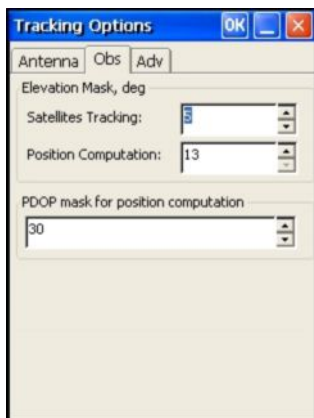

Рис. 3-13. Маска возвышения для спутников, данные которых используются при расчете местоположения приемника
9. Выберите вкладку Observation и установите Elevation mask (Маску возвышения) 15 градусов, чтобы не использовать при определении местоположения данные со спутников, уровень возвышения которых над горизонтом меньше заданного значения (Рис. 3-13), а также введите параметр PDOP mask (Маска PDOP), после чего нажмите ОК.